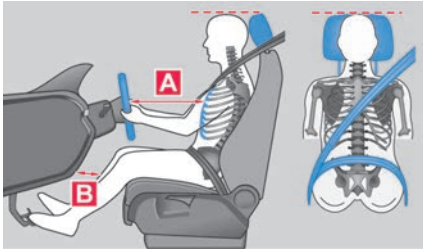

Abb. 23 Prinzipdarstellung: richtiger Abstand des Fahrers zum Lenkrad, richtiger Gurtbandverlauf und richtige Kopfstützeineinstellung.
- Kopfstütze so einstellen, dass die Oberkante der Kopfstütze sich möglichst auf einer Linie mit dem oberen Teil des Kopfs – jedoch nicht niedriger als Augenhöhe – befindet. Hinterkopf stets so nah wie möglich an der Kopfstütze positionieren → **Abb. 23**.
- Fahrersitz in Längsrichtung so einstellen, dass die Pedale mit leicht angewinkelten Beinen durchgetreten werden können und der Abstand zur Instrumententafel im Unterschenkelbereich mindestens 10 cm (etwa 4 in) beträgt → **Abb. 23 B**.
- Sitzeinstellung so vornehmen, dass der Abstand zwischen Lenkrad und Brustbein mindestens 25 cm (etwa 10 in) beträgt→ **Abb. 23 A** und das Lenkrad mit beiden Händen und leicht gebeugten Armen seitlich am äußeren Rand festgehalten werden kann.